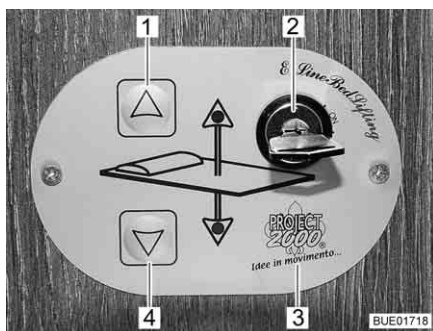

Fig. 131 Elemento de mando
Con las teclas (Fig. 131,1 y 4) en el elemento de mando (Fig. 131,3), se subirá o bajará la cama elevada. Con el interruptor llave (Fig. 131,2), se bloqueará el elemento de mando contra su utilización no autorizada.
- Introducir la llave en el interruptor llave (Fig. 131,2) y girar 90° en sentido de las agujas del reloj. El elemento de mando (Fig. 131,3) está activado.
- Pulsar la tecla de flecha (Fig. 131,4) y mantenerla pulsada hasta que la cama elevada haya bajado a la posición deseada.
- Pulsar la tecla de flecha (Fig. 131,1) y mantenerla pulsada hasta que la cama elevada haya subido a la posición final.
Si la cama elevada ya no se deja desplazar con las teclas de flecha (Fig. 131,1 y 4), controlar primero el fusible en el armario de pared trasero (Fig. 134,1)(véase apartado 8.9.1). Si el fusible está en orden y la cama elevada no se deja desplazar a pesar de esto, se podrá manejar la cama elevada en forma manual.